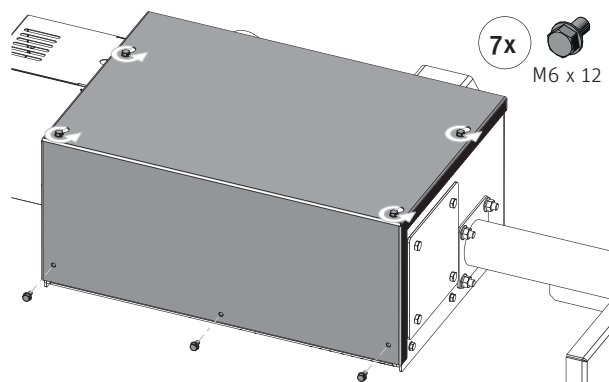

Fig. 230
► Montare la copertura del contenitore di raccolta con 7 viti M6 x 12 – Fig. 230.